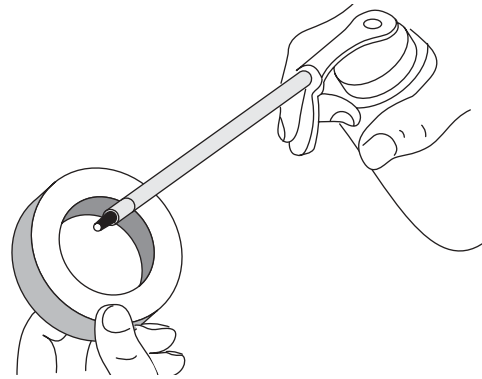

Fig. 24
4. Appliquez suffisamment d'huile propre pour enduire légèrement le filtre (Fig. 24).